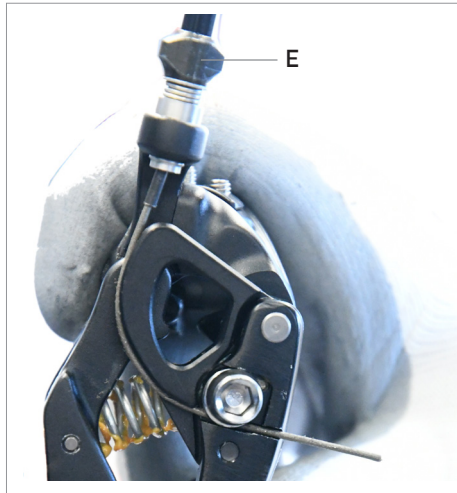

Fig.22
- Agir sur la vis de réglage de la tension du câble (E - Fig. 22), jusqu'à ce que l'axe médiant du galet supérieur soit parfaitement aligne avec l'axe médiant du 5° pignon.
- Si le centrage entre l'axe médiant du galet supérieur et l'axe médiant du quatrième pignon n'est pas parfait: tourner la vis (E - Fig. 22) dans le sens contraire des aiguilles d'une montre afin de déplacer le dérailleur arrière vers l'intérieur. Tourner dans le sens des aiguilles d'une montre afin de déplacer le dérailleur arrière vers l'extérieur.